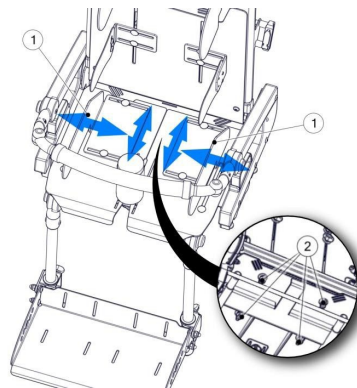

рис. 21
Для регулировки положения боковых упоров для таза (1) ослабьте ручки (2), Рис. 21, затем установите упоры (1) в требуемое положение и затяните ручки (2), блокируя возможность перемещения упоров. Правый и левый упоры независимые и могут регулироваться отдельно друг от друга.